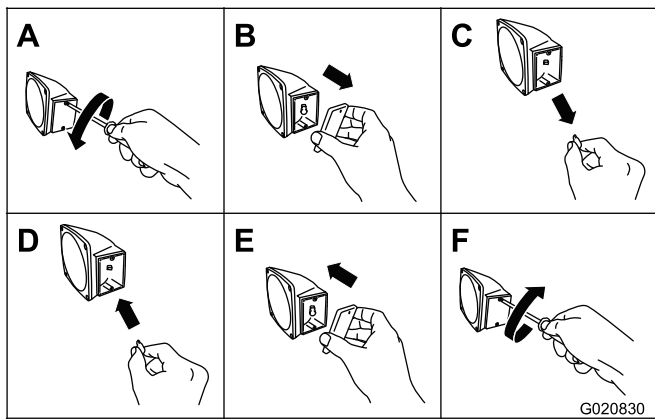

Figure 56
1. À l'aide d'un tournevis, retirez les 2 vis du petit verre rectangulaire sur le côté du feu (Figure 56).
2. Déposez le verre (Figure 56).
3. Sortez l'ampoule de la douille (Figure 56).
4. Poussez une ampoule neuve 168 dans la douille (Figure 56).
5. Reposez le verre et les 2 vis (Figure 56).